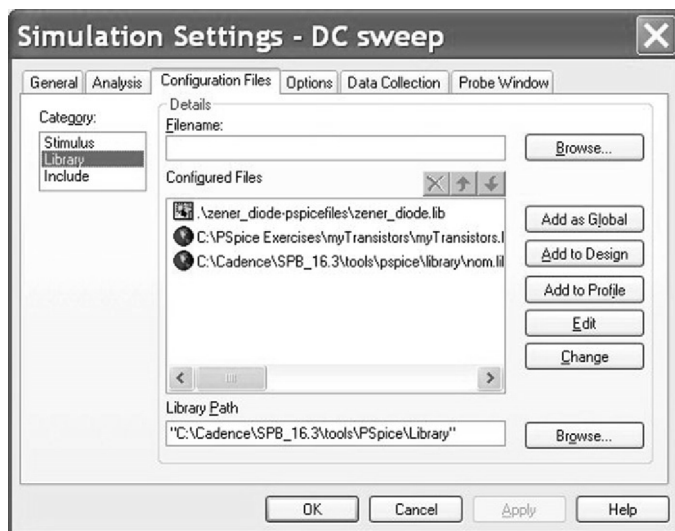

图 16.20 添加 Zener_diode.lib 为项目元器件库
8. 编辑仿真设置文件。选择 **Configuration Files > Library** 对元器件库进行配置，以确保 zener _ diode. lib 元器件库添加到配置文件中。如图 16.20 所示，元器件库可以按照如下两种类型进行添加，代表局部元器件库，即该元器件库只能用于该仿真项目，不能为别的仿真项目使用；代表全局元器件库，即该元器件库可以被所有仿真项目使用。nom. lib 为全局仿真库，里面包含所有 PSpice 库文件，可以被所有仿真项目使用。